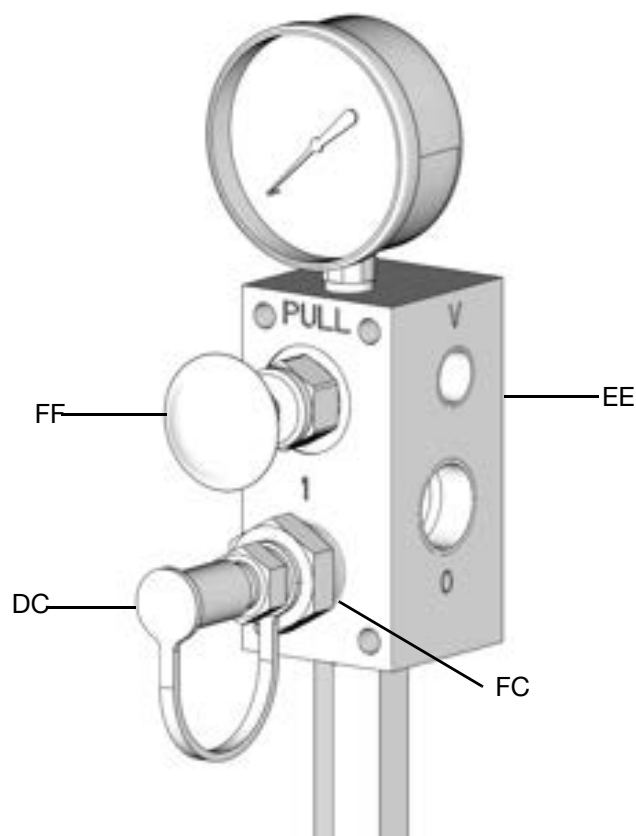

图 15
3. 从加注阀 (EE) 上的加注耦合器 (FC) 卸下防尘盖 (DC) (图 15)。
4. 连接远程加注站泵 (AA) 和加注耦合器 (FC) 端口 (标记“1”) 之间的补料管路 (GG) (图 15)。
10. 断开补料管路 (GG) 与加注耦合器 (FC) 之间的连接 (图 15)。
11. 更换加注耦合器 (FC) 上的防尘盖 (DC)。